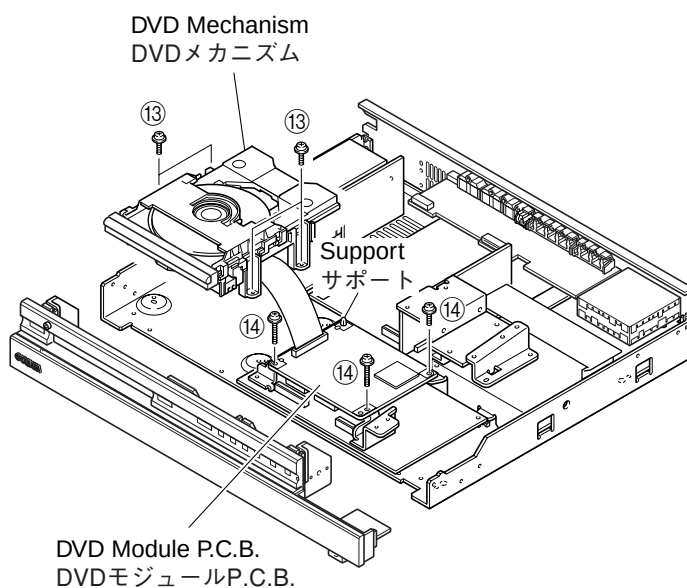

Fig. 7
- Remove 4 screws (⑬). (Fig. 7)
- Remove the DVD-Mechanism. (Fig. 7)
- Remove 3 screws (⑭). (Fig. 7)
- Remove the DVD module P.C.B. with the tip of the support pinched with pliers or the like. (Fig. 7)
- ⑬のネジ4本を外します。(Fig. 7)
- DVDメカを取り外します。(Fig. 7)
- ⑭のネジ3本を外します。(Fig. 7)
- サポートの先をペンチ等でつまみながら、DVDモジュールP.C.B.を取り外します。(Fig. 7)